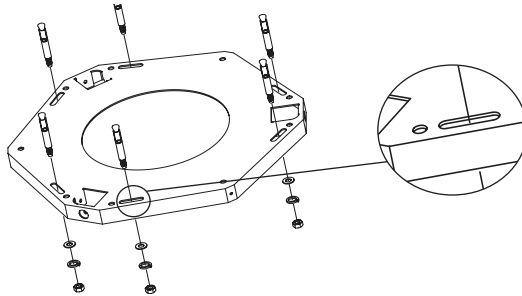

Fig. 22
- Marque os 6 pontos no centro dos furos oblongos [Fig.22].
- Fure as posições marcadas com uma broca de Ø 8 mm e fixe o suporte, usando os 6 parafusos [tipo chumbador, arruelas lisas, de pressão e porcas que acompanham o produto [Fig.22].
Se o suporte de fixação não estiver corretamente alinhado com o cooktop ou fogão a sua posição poderá ser corrigida, aliviando o aperto dos 6 parafusos dos furos oblongos [Fig.22].